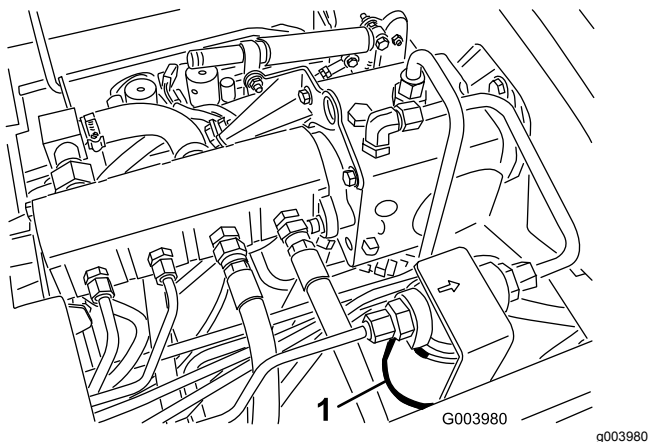
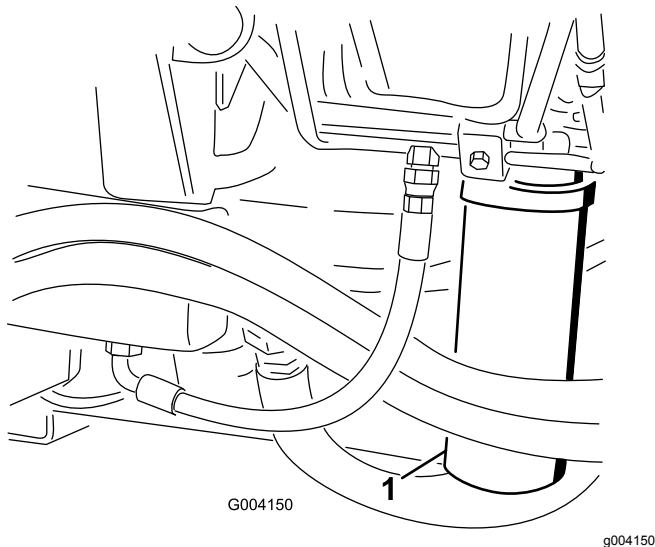

Bild 77
Bild 78
2. Reinigen Sie den Bereich um den Filterbefestigungsbereich und stellen Sie eine Auffangwanne unter den Filter (**Bild 77**) und (**Bild 78**).